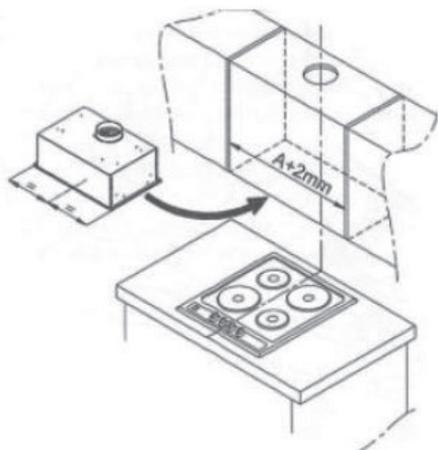
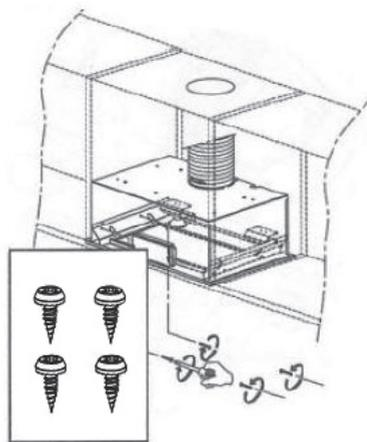

Рис. 5
Рис. 6
- Установите прибор вместо нижней панели подвесного элемента мебели (Рис. 5) и закрепите саморезами, входящими в комплект (Рис. 6).